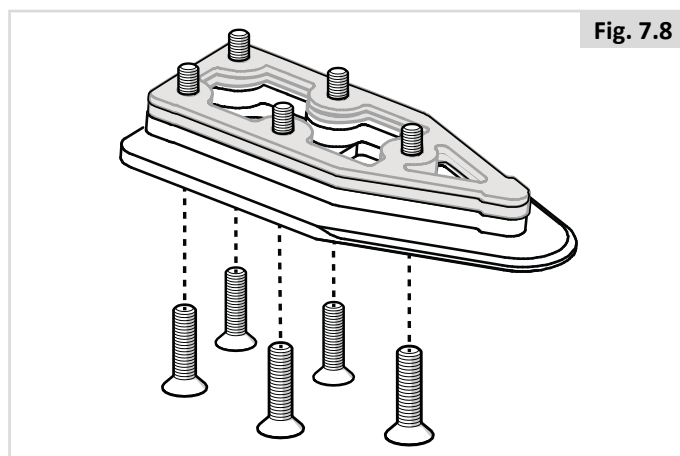

Fig. 7.8
3. Steek de vijf bouten door de aankoppelplaat, het verplichte pastuk van 8 mm en de gekozen optionele pasringen (grijs in de afbeelding) (Fig. 7.8).